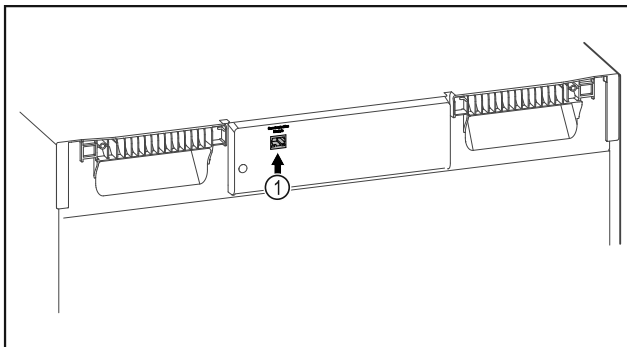

Fig. 98
- Moduli SmartModule Fig. 98 (1) është vendosur.